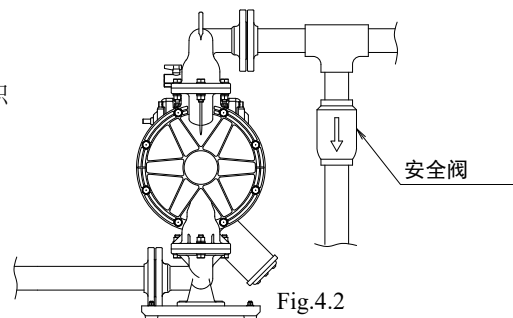

Fig.4.2
- 当移送液剂的体积因泵的设置场所环境而产生较大变化时，请在排出侧安装安全阀，使其在达到容许压力时能够打开。（参照Fig. 4.2）由于液剂的体积变化而使泵的内部压力超过容许压力时，可能成为破损的原因。